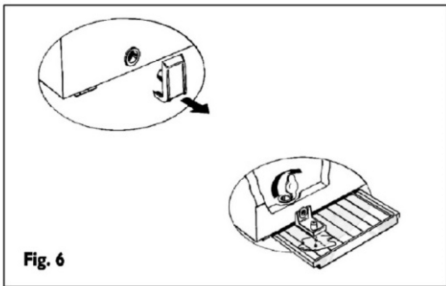

Fig. 6
• Retirez le bouchon de vidange d'eau de dégivrage interne (selon le modèle) (fig. 6).
• Retirez le bouchon de vidange d'eau de dégivrage externe (selon le modèle) et remplacez-le comme indiqué sur la figure 6.
• Placez une bassine sous le conduit d'évacuation afin de recueillir l'eau encore présente dans l'appareil. S'il est disponible, utilisez le séparateur (fig. 6).